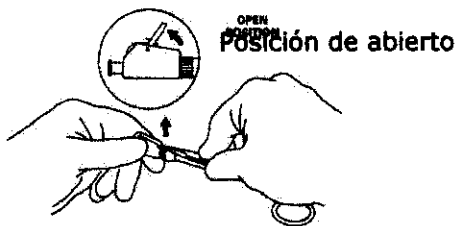

Figura 4
1. Mientras sostiene el conector (hub) del catéter MAC-LOC® con una mano, coloque el extremo de un forceps estéril pequeño, recto o curvo, en la muesca para destrabar el mecanismo MAC-LOC®. Levante hasta que la traba se libere (Figura 4). Ahora se puede remover el catéter.